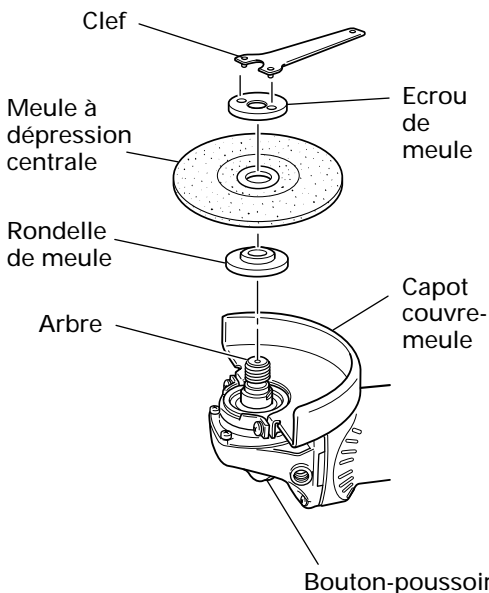

Fig. 5
S'assurer que la bouton-poussoir n'est pas engagé appuyant dessus deux ou trois fois avant de mettre la meuleuse à disque en marche. (Fig. 5)
- (1) Mettre la meuleuse à disque à l'envers de façon que l'arbre soit dirigé vers le haut.
- (2) Aligner l'entaille de forme ovale de la rondelle de meule avec l'encoche de l'arbre, puis les attacher.
- (3) Positionner la protubérance de la meule à dépression centrale sur la rondelle de meule.
- (4) Visser l'écrou de meule sur l'arbre.
- (5) Tout en poussant sur la bouton-poussoir avec une main, verrouiller l'arbre en tournant doucement la meule à dépression centrale avec l'autre main. Serrer l'écrou de meule en utilisant la clef comme montré sur la Fig. 5.